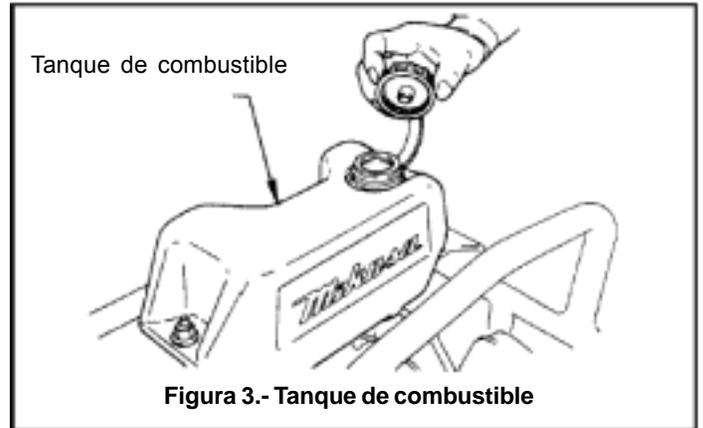
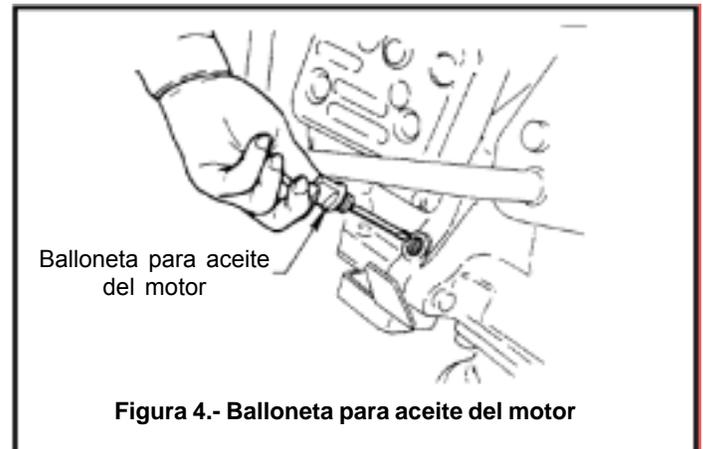

Figura 3.- Tanque de combustible
Figura 4.- Balloneta para aceite del motor
1. Llene el tanque de combustible (Figura 3) con gasolina sin plomo. De igual forma, verifique el aceite del motor (Figura 4) y haga un hábito el rellenarlo seguido.
1. Abra la válvula de paso moviendo la **perilla del combustible** a su posición **abierto** (Figura 5), después coloque el interruptor de encendido/apagado (Figura 4) en su posición de **ENCENDIDO – START**